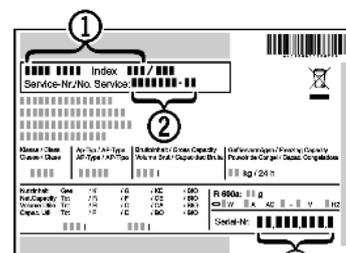

Fig. 43
- ▶ Leggere la denominazione dell'apparecchio Fig. 43 (1), il numero di assistenza Fig. 43 (2) e il numero di serie Fig. 43 (3) dalla targhetta identificativa. La targhetta identificativa è situata all'interno dell'apparecchio, sul lato sinistro